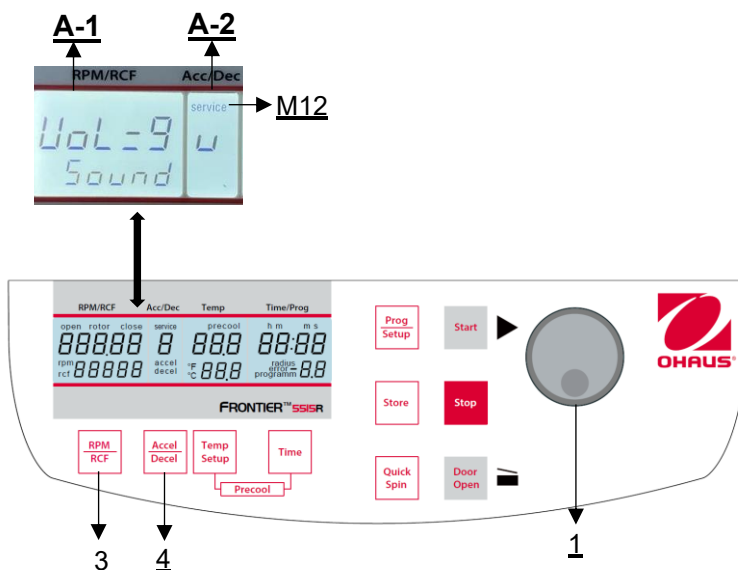

Abbildung 32
Gehen Sie wie unter Punkt 4.1.1 beschrieben vor, um in diesen Programmmodus zu gelangen und drücken Sie dann die Taste **"Accel/Decel"** (4). In der Anzeige **"Acc/Dec"** (A-2) blinkt das Wort **"Service"** (M12). Wählen Sie nun mit dem Drehknopf (1) den Buchstaben **"U"**. Daraufhin erscheint in der Anzeige **"RPM | RCF"** (A-1) der Text **"Vol=9/Sound"**. Nach Drücken der Taste **"RPM | RCF"** (3) können Sie mit dem Drehknopf (1) die gewünschte Lautstärke zwischen 0 (leise) und 9 (laut) einstellen (siehe **Abbildung 32**).